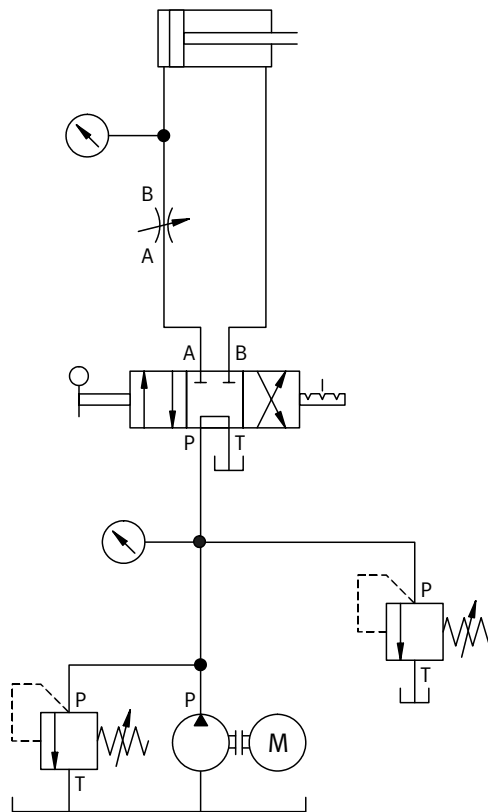

Bild 1.2: Hydraulischer Schaltplan eines manuell gesteuerten Vorschubantriebs
- eine Schaltung mit manuell betätigten Ventilen (Bild 1.2),
Bild 1.2 zeigt die Schaltung eines hydraulischen Vorschubantriebs mit handbetätigten Ventilen.